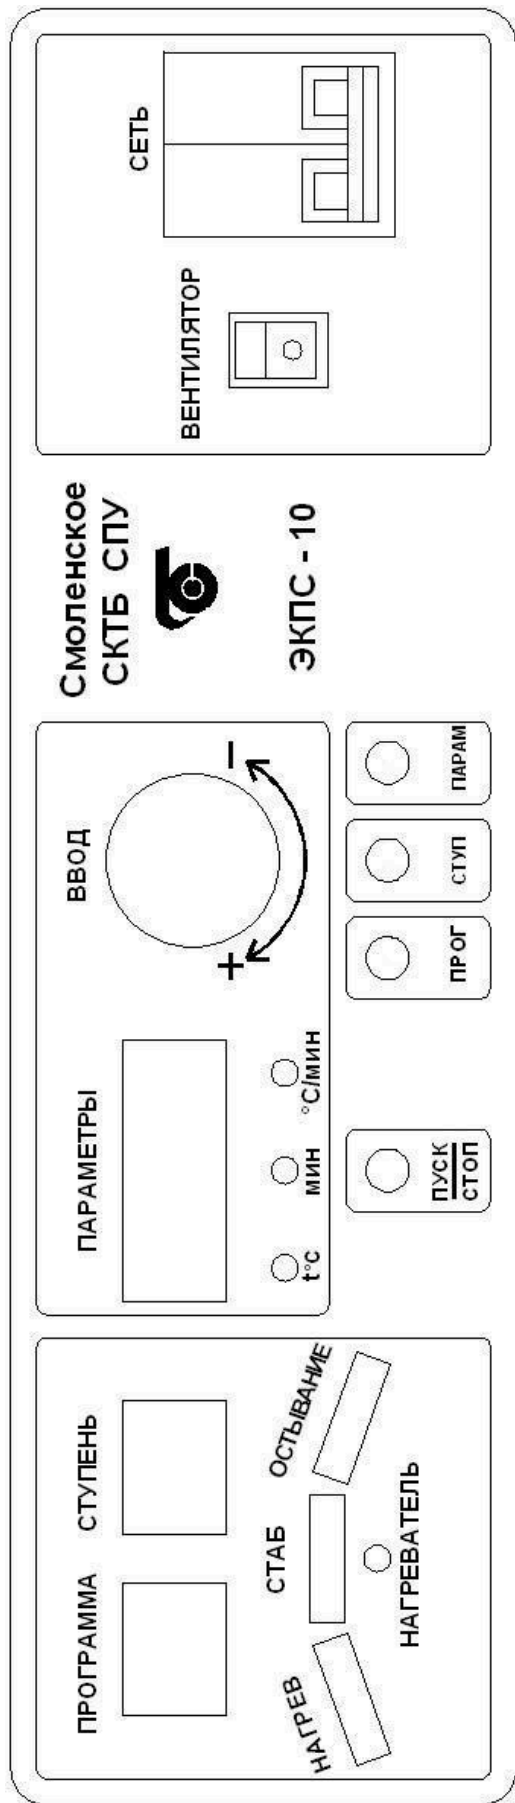

Рис. 3 – Лицевая панель электропечи с многофункциональным блоком МКУ
8.3.3 Включить выключатель «СЕТЬ» на лицевой панели электропечи (рис. 3), при этом на цифровом индикаторе «Программа» загорится номер 1 программы, на цифровых индикаторах «Ступень» загорится 1 ступень, на индикаторах «Параметры» значение заданной температуры на 1 ступени и светодиодный индикатор «t °С». Цифровые индикаторы «Программа» включены в мигающем режиме – регулятор находится в режиме «ВВОД».